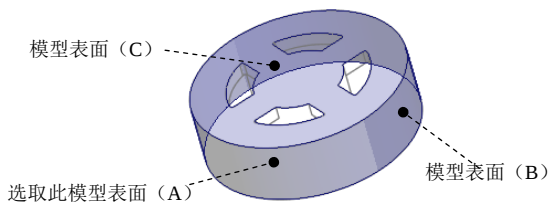

图 18.6 定义复制曲面
(1) 在屏幕右下方的“智能选取栏”中选择“几何”选项。
(2) 选取要复制的面组，操作方法如下。
① 选择 **视图** 功能选项卡 **模型显示** 区域中的“显示样式”按钮 ，按下 **线框** 按钮，将模型的显示状态切换到实线线框显示方式。
② 将模型调整到图 18.6 所示的视图方位，采用“从列表中拾取”的方法选取图 18.6 所示的模型表面 (A)，按住 **Ctrl** 键，采用同样的方法选取模型表面 (B) 和模型表面 (C)。
(3) 单击 **模具** 功能选项卡 **操作** 区域中的“复制”按钮 。
(4) 单击 **模具** 功能选项卡 **操作** 区域中的“粘贴”按钮 。系统弹出 **曲面：复制** 操控板。
(5) 填补复制曲面上的破孔。在操控板中单击 **选项** 按钮，在“选项”界面选中 ☒ **排除曲面并填充孔** 单项，选择图 18.6 中的模型表面 (C)。
(6) 单击操控板中的  按钮。